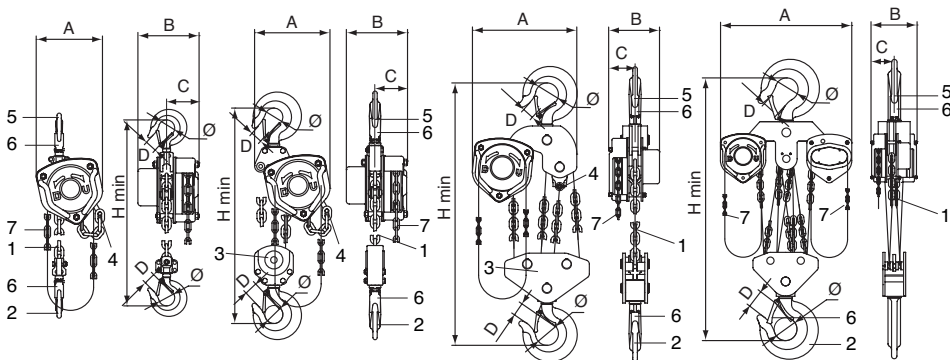

Abb. 1
Der tralift™-Flaschenzug wird mit einer Lastkette (Pos. 1, Abb. 1) und einer Handkette (Pos. 7, Abb. 1) für eine Standardhubhöhe von 3 Metern geliefert.
Die Lastkette besteht aus einem oder mehreren Kettensträngen (siehe Kap. 2 technische Daten) mit einem Lashaken auf der Lastseite (Pos. 2, Abb. 1), während das andere Ende der Lastkette (Leertrumseite) an einer am Gerät befestigten Auslaufsicherung (Pos. 4, Abb. 1) befestigt ist.
3. Den einwandfreien Zustand der Haken (Pos. 2, Abb. 1) und Sicherheitsklappen (Pos. 6, Abb. 1) prüfen.
4. Sicherstellen, dass das Ende der Leertrumseite der Lastkette an der Auslaufsicherung des Gerätes (Pos. 4, Abb. 1) befestigt ist.
1. Überprüfen, daß der tralift™ Hebelzug korrekt am Gerätehaken (Pos. 5, Abb. 1) angeschlagen und die Sicherungsklappe des Gerätehakens (Pos. 6, Abb. 1) geschlossen ist (siehe Abb. 2 und 3).